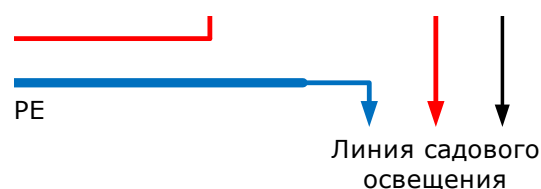

Рис.1.Схема подключения ЩУСО -220
4.1. Фазный провод силового кабеля в щите управления подключите к вводному контакту «L» диф.автомата (поз.1 рис.1), нулевой провод к клемме N на диф. автомате (поз.2 рис.1), земляной провод подключите к шине РЕ.
**5.3.1. Автоматический режим** (изначально, заводская установка) ручка переключателя режима работы установлена вверх поз.2 рис.1. В данном режиме ландшафтное садовое освещение будет включается автоматически при наступлении сумерек и выключается на рассвете дня.
Для включения ручного режима переведите ручку переключателя вниз поз.2 рис.1, тем самым выключается фотореле, а в линию садового освещения подаётся напряжение 220 В и светильники включаются.